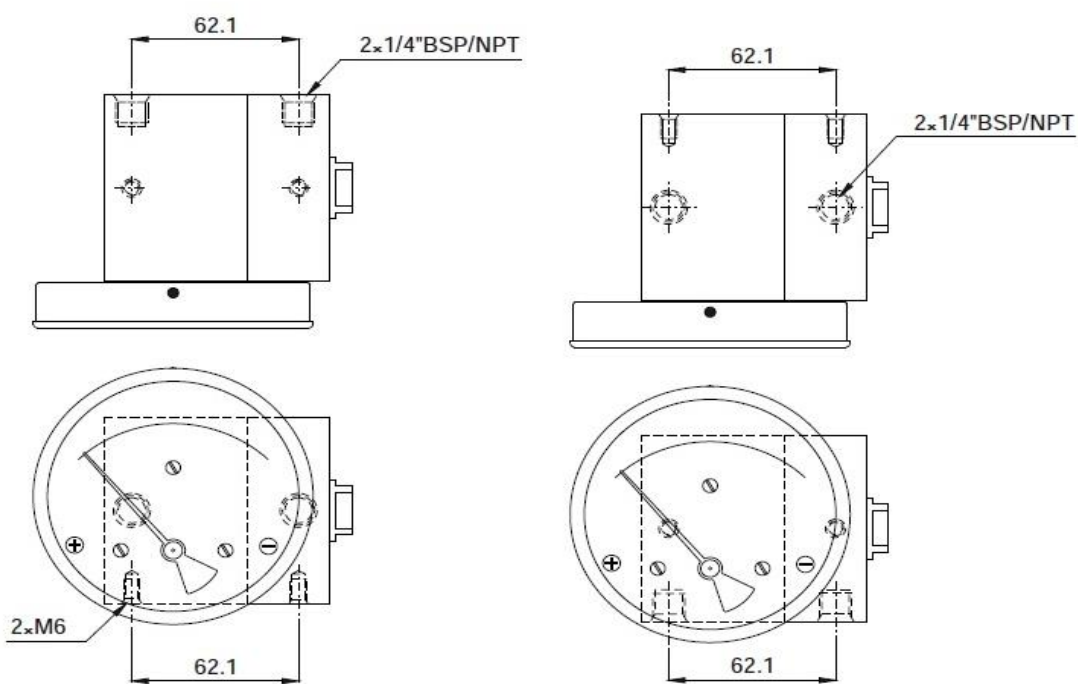

Рисунок 3. Вид дифманометра серии 400М
2.13 Манометр дифференциальный (Рисунок 3,4) имеет две не зависящих друг от друга пружины закрепленные в держателе и два трибно-секторных механизма. При подаче давления перемещение свободных концов пружин преобразуется во вращательное движение показывающей стрелки и вращающегося диска с указателем.